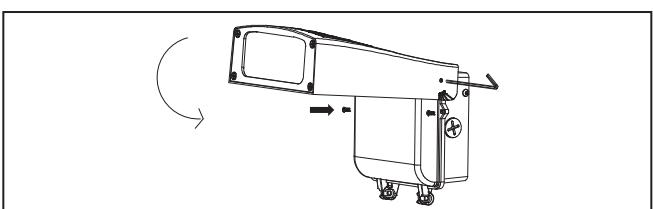

Figure 7.
9. Fermez et fixez le boîtier de commande en revisant les vis du boîtier de commande. Serrez les vis à un maximum de 1,47 Nm (13 lb-po). Replacez la tête du luminaire en position vers le bas. (Figure 7)